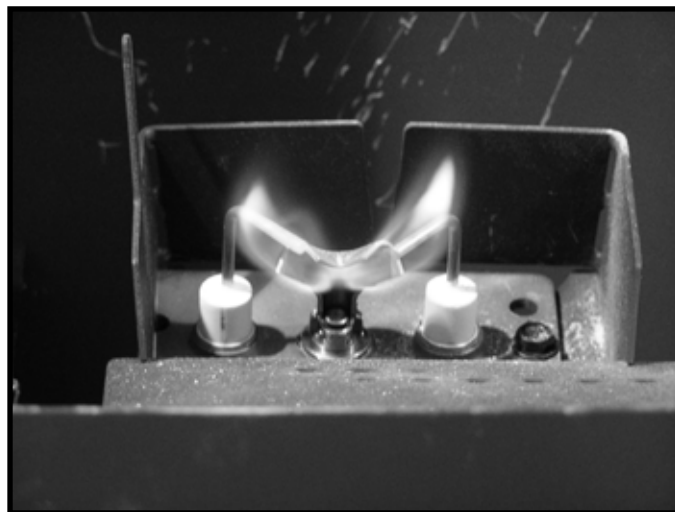

Figure 4.2 Modèles de flamme de la veilleuse
- Inspectez la qualité de la flamme de la veilleuse. Voir la figure 4.2. pour un modèle de flamme de la veilleuse. Nettoyez ou remplacez l'orifice si nécessaire.